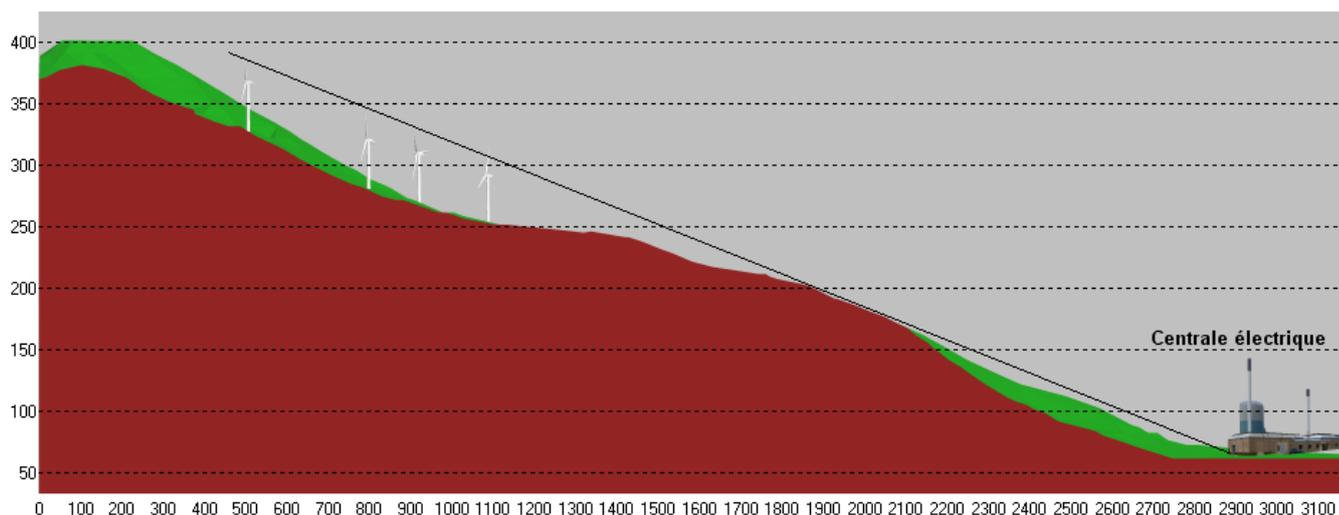

Figure 128
Ces outils ont permis d'ajouter à la visualisation de la Figure 128 le texte « Centrale électrique » ainsi que la ligne montrant que les éoliennes ne sont pas visibles depuis le pied de la centrale.
- Dans la visualisation de la Figure 128 le facteur *Accentuer* est égal à 3 et l'option *Etirer* n'a pas été cochée.